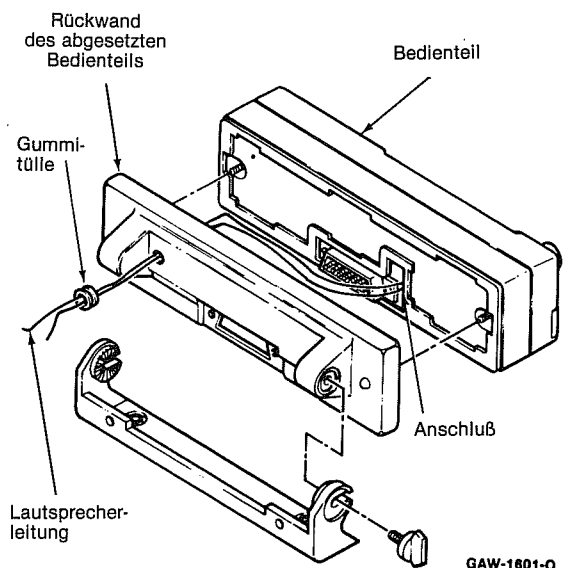

Abbildung 7
(8) Nur für abgesetzt bediente Geräte: die Kabelhülse 11 cm weit auf das Kabel zurückschieben.
(9) Nur für abgesetzt bediente Geräte: die beiden Lautsprecherdrähte (ohne Stecker und Abdeckung) durch die Rückwand hindurchführen (dabei die Gummütülle nicht vergessen) und dann mit den entsprechenden Anschlüssen der Logikplatine verbinden (Abbildung 7).